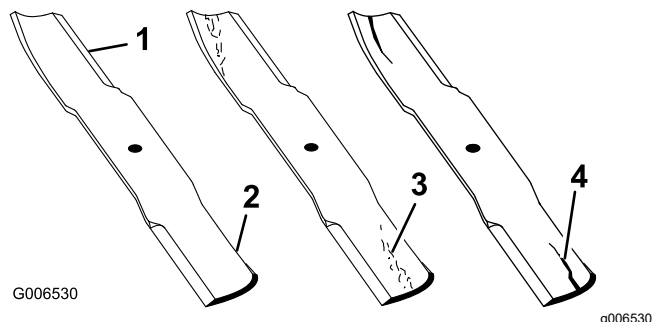

Рисунок 65
1. Осмотрите режущие кромки (Рисунок 65).
4. При обнаружении признаков повреждения, износа или образования зазора в этой области немедленно замените нож (Рисунок 65).